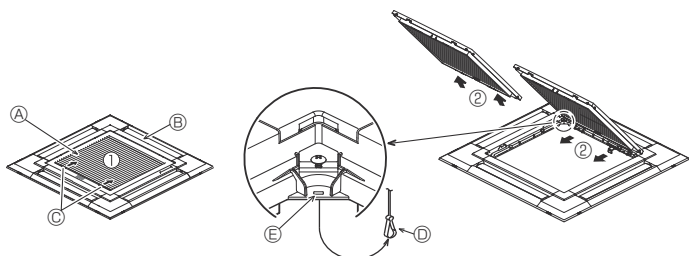
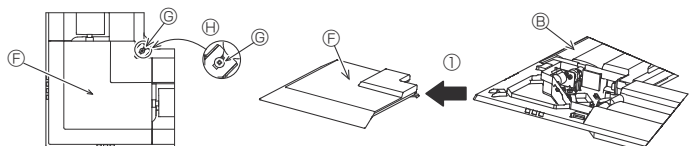

Fig. 9-3
Fig. 9-4
- Ⓒ Monteringsmåler ② (satt inn i hovedenheten)
9.2.1. Fjerne innsugningsgitteret (Fig. 9-3)
• Skyv spakene i retningen som pil ① viser, for å åpne innsugningsgitteret.
• Med innsugningsgitteret i "åpen" stilling fjerner du hengslene til innsugningsgitteret som vist med pil ②.
9.2.2. Fjerne hjørnepanelet (Fig. 9-4)
• Løsne de 4 skruene i hjørnet. Skyv hjørnepanelet i retningen som pil ① viser på figuren, og fjern hjørnepanelet.
[Fig. 9-3] [Fig. 9-4]